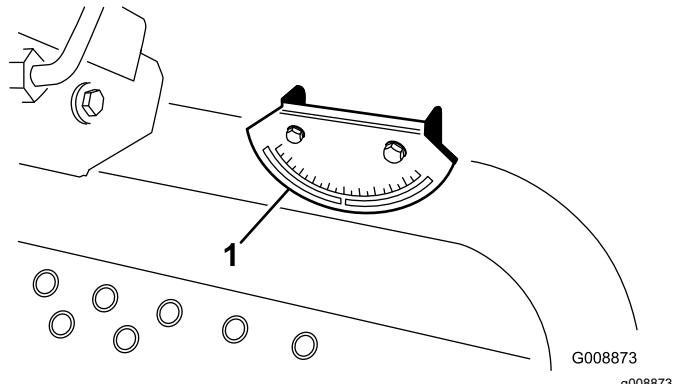

図 5
2. 機体のクロスピーム燃料タンク脇に携帯斜面計付属品を置いて、機体が水平になっていることを確認する図 5。